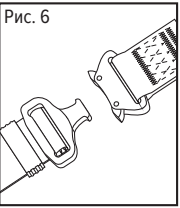

Рис. 6
- все лямки отрегулированы (способы регулировки показаны на рис. 6–12), натяжение лямок не допустимо если между телом работника и лямками свободно проходит кулак);
СОЕДИНЕНИЕ ПРЯЖЕК НАБЕДРЕННЫХ ЛЯМОК И ПОЯСНОГО РЕМНЯ (рис. 6–8)